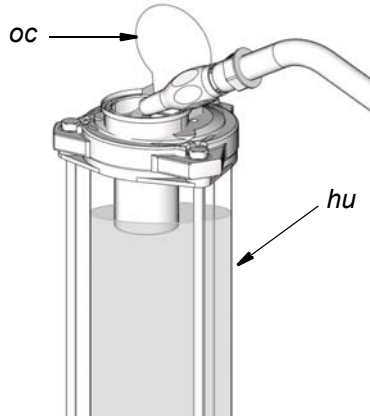

FIG. 5
2. Ajouter lentement de l'huile (*hu*) jusqu'à ce que le réservoir soit entièrement rempli (FIG. 5). Prendre soin de ne pas remplir le réservoir trop rapidement et de ne pas dépasser la capacité du réservoir.
3. Fermer le couvercle de remplissage d'huile (*oc*) pour éviter de salir l'huile ou d'en renverser (FIG. 5).